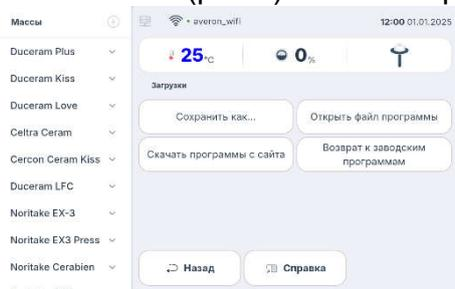

Рис.4
- нажмите - **Скачать программы с сайта** (рис.4), выберите необходимую Массу (№ Имя файла),
- нажмите  вверху списка Массы (рис. 4). Нажмите  **Добавить массу**. Введите имя новой массы.
- нажмите  вверху списка Массы (рис. 4). Нажмите  **Добавить программу**. Выберите массу, в которой будет новая программа. Введите имя новой программы.